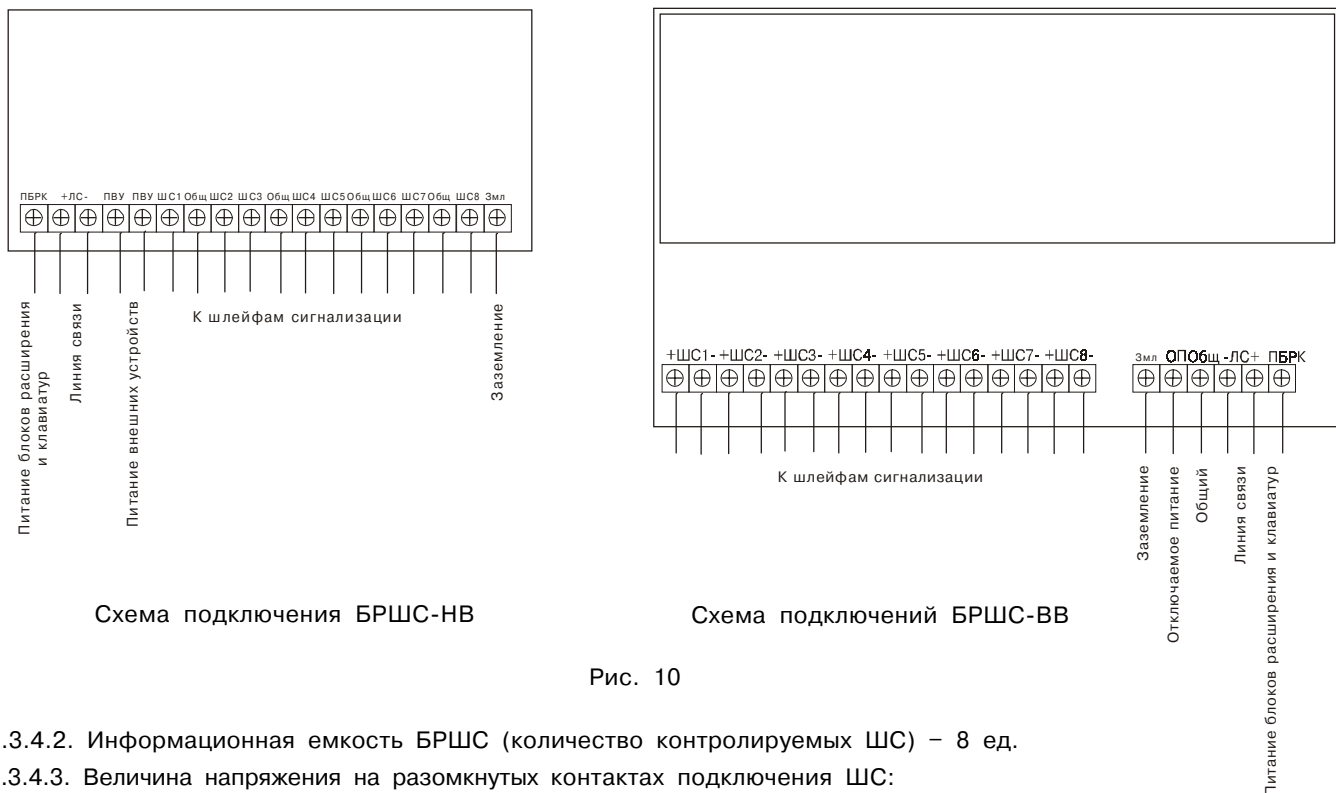

Рис. 10
1.3.4.1. Схема подключений БРШС-НВ и БРШС-ВВ приведена на рис.10.
Подключение БРШС-ВВ производят в соответствии с рис.10.